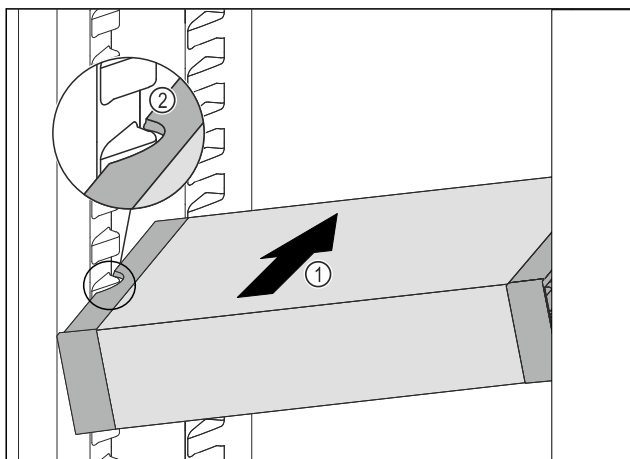

Fig. 96
- VarioSafe schuin in het koelgedeelte schuiven Fig. 96 (1), tot de uitsparingen aan de zijkant Fig. 96 (2) van de VarioSafe op de hoogte van de rib in het koelgedeelte zitten.